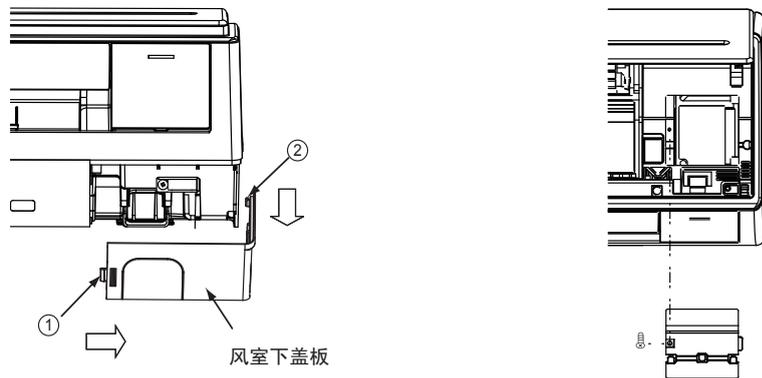

图14
- 用手将面框右下角风室下盖板①、②处的钩子沿箭头方向拉，将风室下盖板取下。(如图14)
- 打开面板，拧开面框右侧电气箱盖板螺钉，将其取下。(如图14)